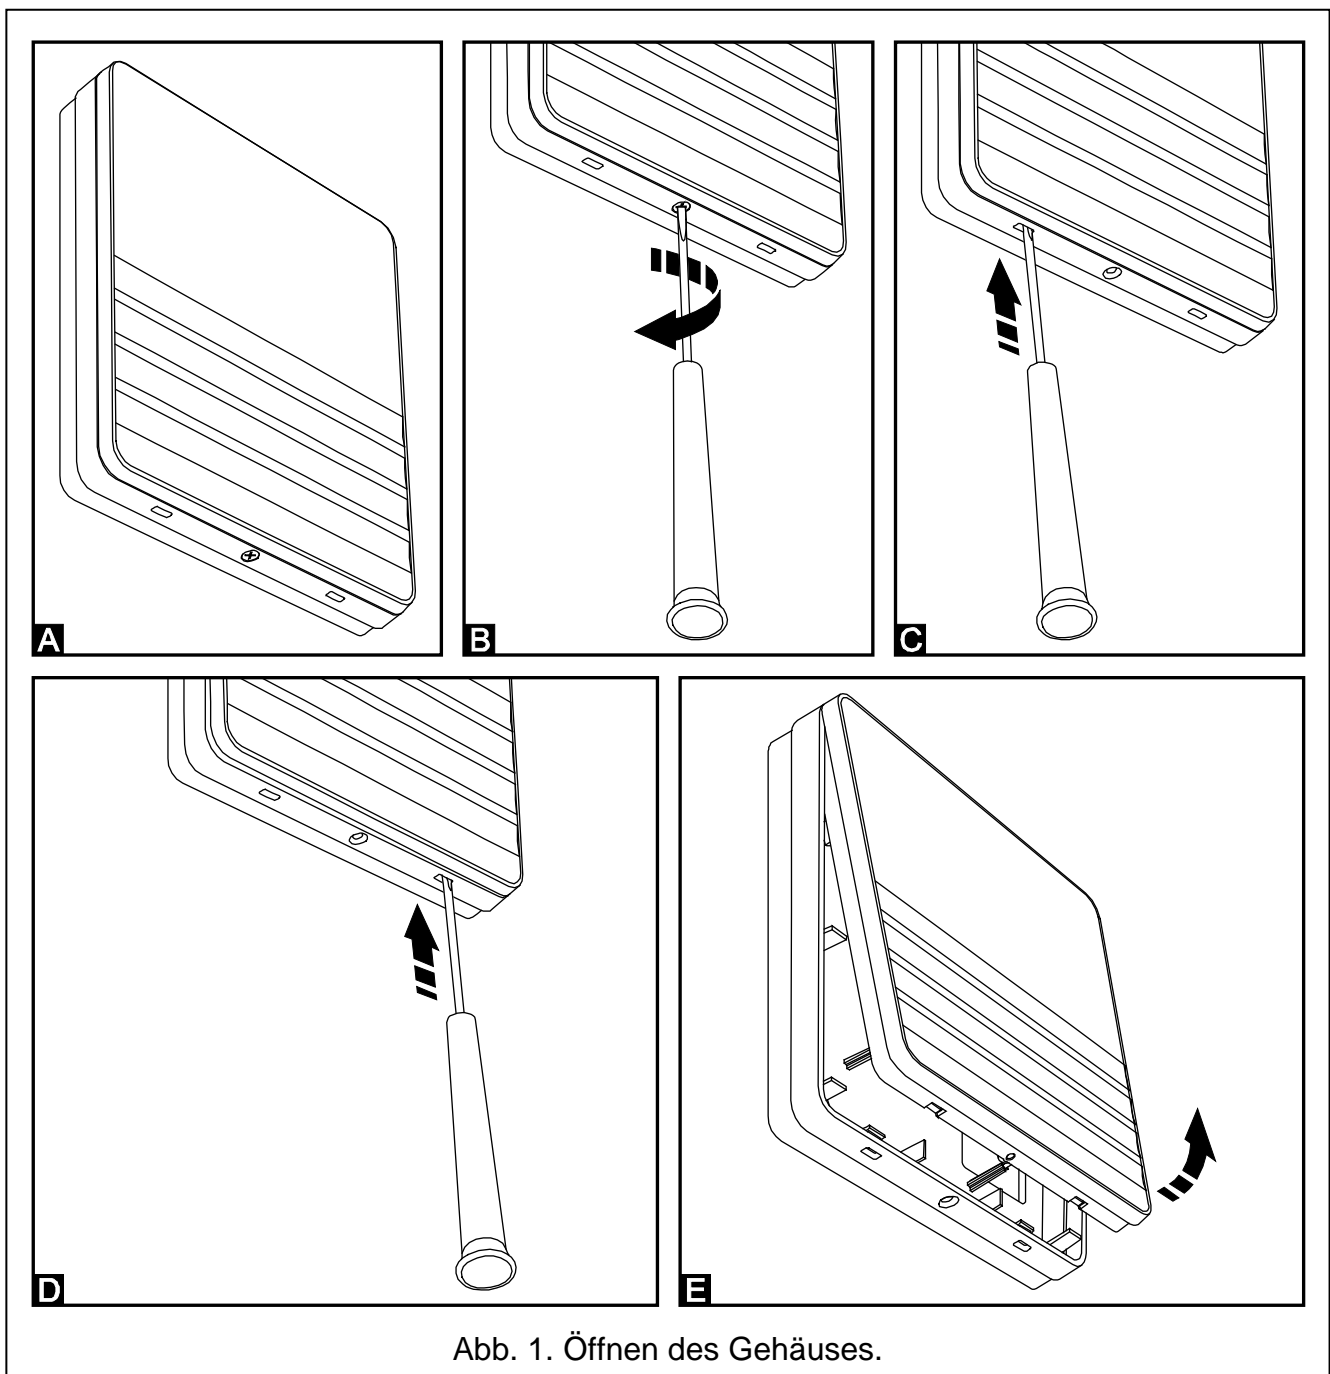

Abb. 1. Öffnen des Gehäuses.
1. Gehäuse des Bedienteils öffnen (siehe: Abb. 1).